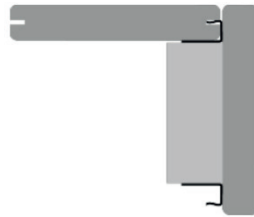

fig. 2
2. Hvis man begynner montering ytterst på terrassen kan fronten avsluttes med et rettkantbord. Fest klips på toppen av dekkbordet med 6 mm klaring. Frontbordet (rettkant) skrues fast i dekkbordet som vist på fig. 2